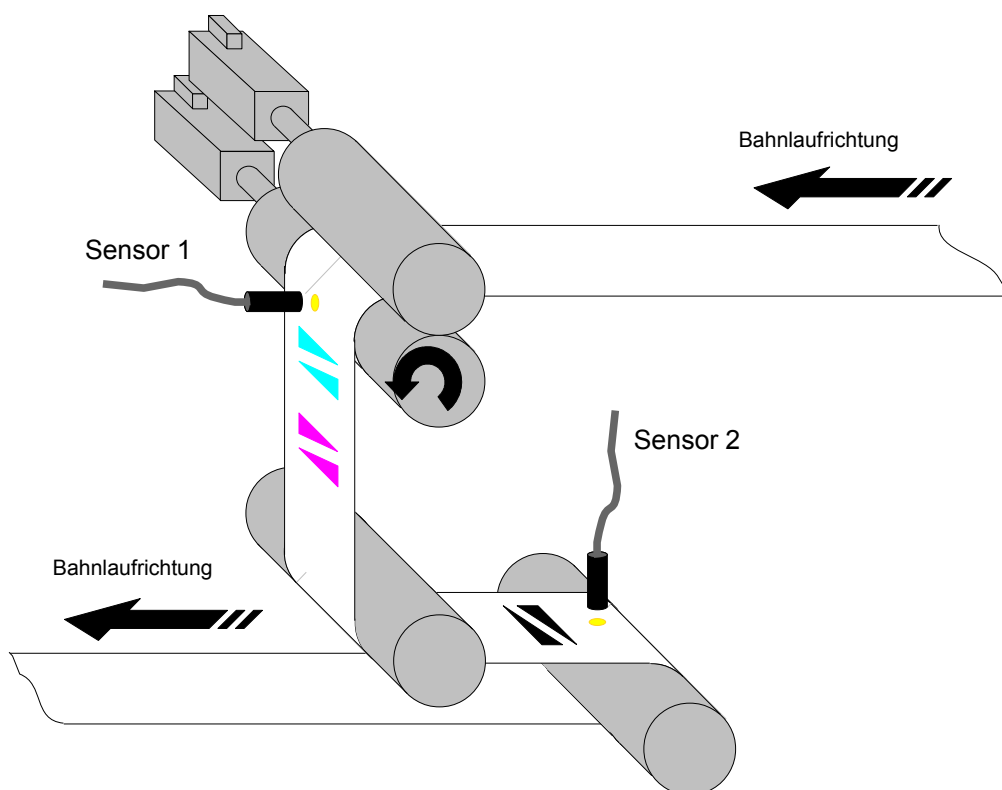

Abbildung 4.9: Übersicht Sensor Auswahl
Der IDS ist mit einem Anschluss für einen zusätzlichen analogen Druckmarken-Sensor (DS) ausgestattet. Dieser kann zum Einen für eine statische Umschaltung zwischen Vorder- und Rückseitenerfassung und zum Anderen für eine dynamische Umschaltung im Bahn-Bahn-2 Mode verwendet werden (s. Abb. 4.9).